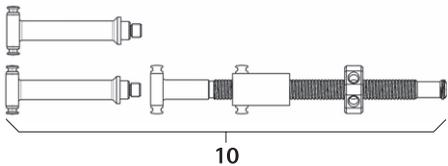

Fig. 15
- Monter le distracteur à broche 10, voir Fig. 15.